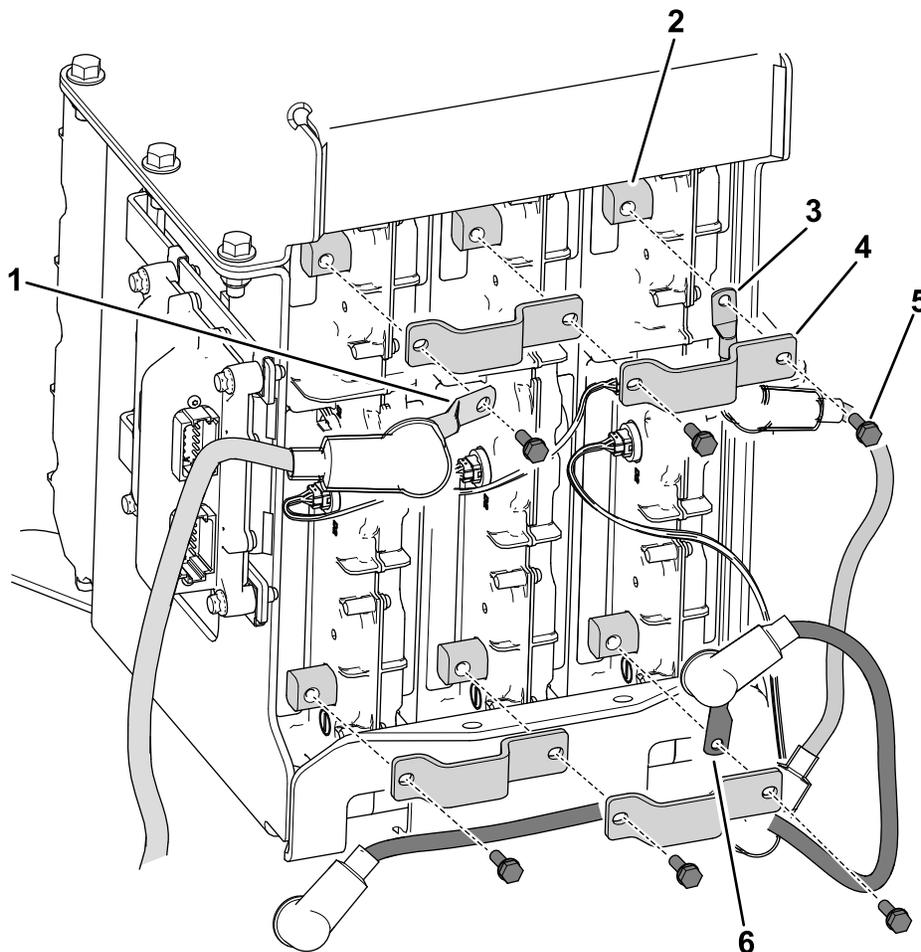

Bild 16
3. Verwenden Sie 6 Schrauben ($\frac{1}{4} \times \frac{3}{4}$ "), um die folgenden Gegenstände an den Akkuklemmen zu befestigen (Bild 16).